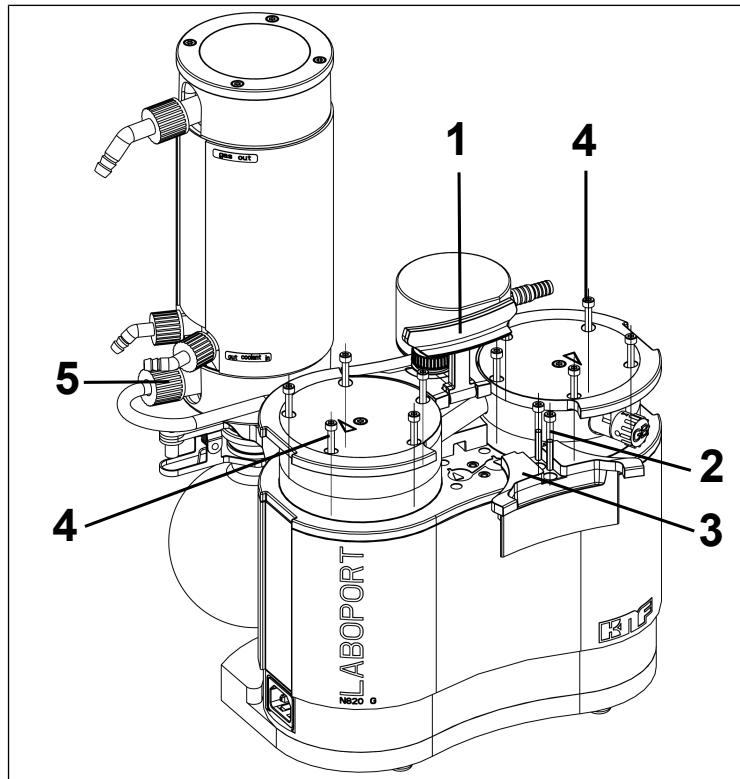

Fig.11: Démontage de la poignée
2. Desserrez l'écrou d'accouplement du raccord de tuyaux (5/Fig. 11) des composants du système de vide.
3. Mettez la poignée (1/Fig. 11) en position verticale.
4. Desserrez les deux vis (2/Fig. 11) du cache de poignée (3/Fig. 11).
5. Retirez le cache de poignée (3/Fig. 11).
6. Desserrez les vis extérieures de la tête (4/Fig. 11) sur les deux têtes de pompe.
2. Retirez les vis extérieures (**4**/Fig. 11) des têtes de pompe.
8. Serrez la vis intérieure de la tête (1) au milieu de la plaque de pression (couple de serrage : 1 Nm).
9. Serrez les vis (4/Fig. 11) en croix (couple de serrage : SH/SR820G : 4 Nm ; SR/SR840G : 5 Nm)
11. Serrez l'écrou d'accouplement du raccord de tuyaux (5/Fig. 11) sur le condenseur haute performance (2/Fig. 2) à la main.
1. Montez le cache de poignée (3/Fig. 11).
2. Serrez les vis (2/Fig. 11) du cache de poignée (3/Fig. 11) (couple de serrage : 2 Nm).